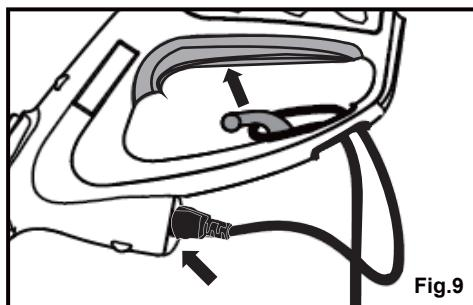

Fig.9
4. Para detener el funcionamiento de la bordeadora de césped, deje de presionar el interruptor de encendido/apagado (on/off) (Fig. 9).